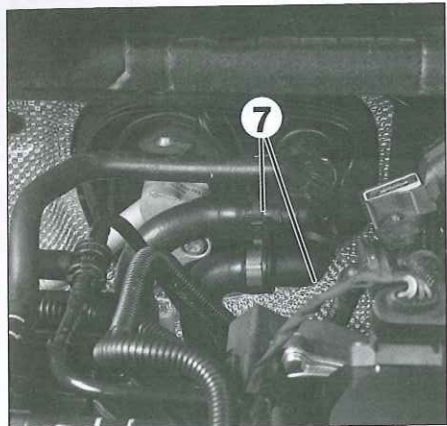

Fig. 75
- Desbloquear los manguitos (7) del intercambiador de temperatura y desconectarlos (Fig.75).